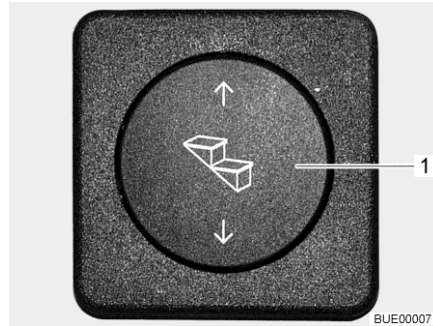

Fig. 1 Commutateur de commande du marchepied
**Sortir :** ■ Appuyer sur le commutateur à bascule (Fig. 1,1) vers le bas jusqu'à ce que le marchepied soit entièrement sorti.
**Rentrer :** ■ Appuyer sur le commutateur à bascule (Fig. 1,1) vers le haut jusqu'à ce que le marchepied soit entièrement ressorti.